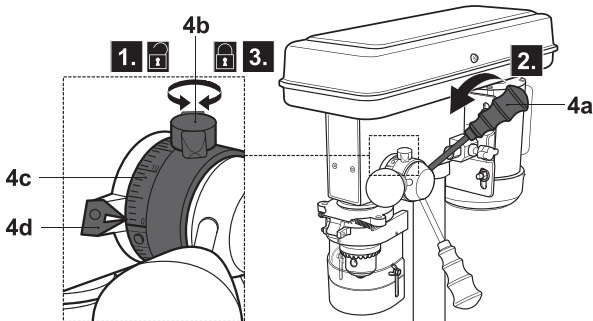

Fig. 15
- > Afloje la perilla de ajuste de la profundidad (4b) (Fig. 15, paso 1).
- > Gire las empuñaduras (4a) para bajar la broca hasta que toque la pieza de trabajo. Ajuste la escala (15c) de modo que la profundidad de taladrado requerida se alinee con el puntero (4d) (Fig. 15, paso 2).
- > Apriete la perilla de ajuste de la profundidad (4b) (Fig. 15, paso 3). A continuación, coloque las empuñaduras en su posición inicial.